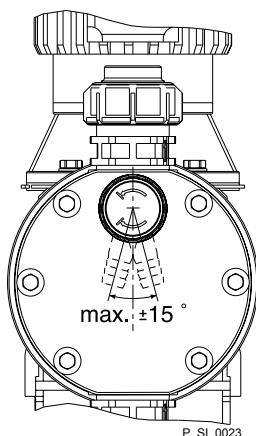

Fig. 16: Alinhamento permitido da válvula de sobrepressão
- Colocar a tubagem de transbordo sempre em sentido descendente e colocar o porta-mangueira apenas virado para trás - ver Fig. 16.